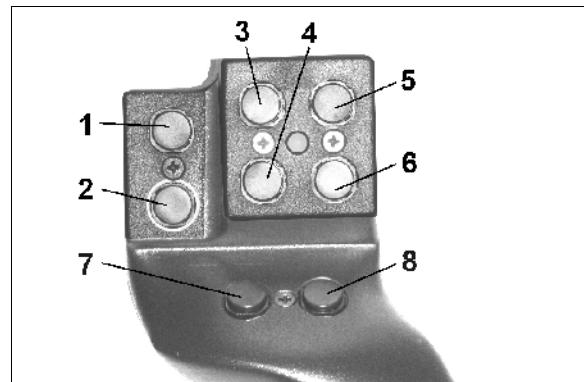
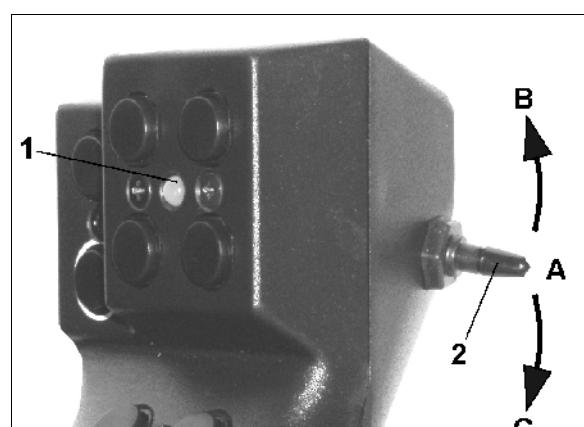

Рис. 97
Рис. 98
Для обслуживания **AMATRON+** многофункциональная рукоятка (Рис. 97) имеет 8 клавиш (1 - 8). Кроме того при помощи переключателя (Рис. 98/2) назначение клавиш может изменяться 3-кратно.
- в центральном положении (Рис. 98/A) и может переставляться
- вверх (Рис. 98/B) или
- вниз (Рис. 98/C).
Положение переключателя отображается посредством светодиода (Рис. 98/1).